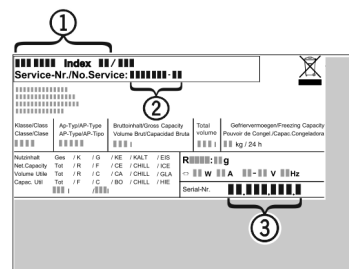

Fig. 13
- ▶ Z typového štítku odčítajte označenie zariadenia Fig. 13 (1), servisné č. Fig. 13 (2) a sériové č. Fig. 13 (3). Typový štítok je na ľavej vnútornej strane zariadenia.
- ▶ Upovedomte zákaznícky servis a oznámte chybu, označenie zariadenia Fig. 13 (1), servisné č. Fig. 13 (2) a sériové č. Fig. 13 (3).